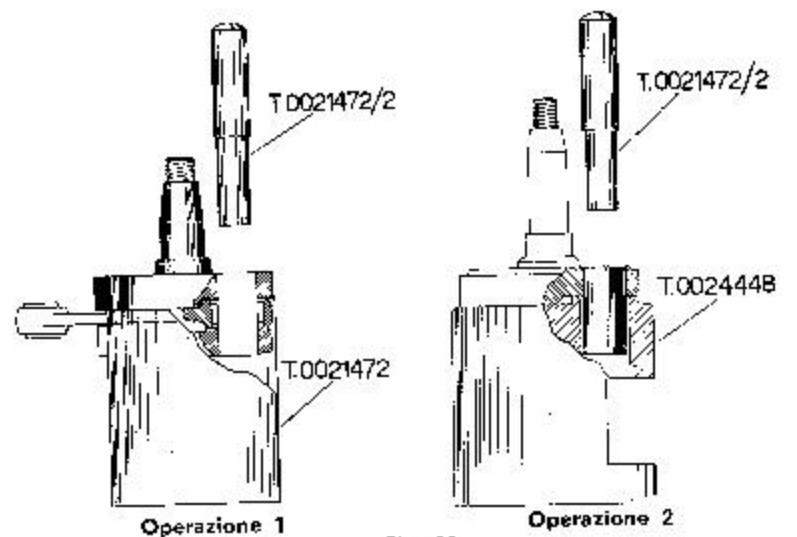

Fig. 89
- 5) - Con la pressa 5479/A separare i due semialberi dal bottone di manovella (vedi fig. 89 operazione 1 e 2).